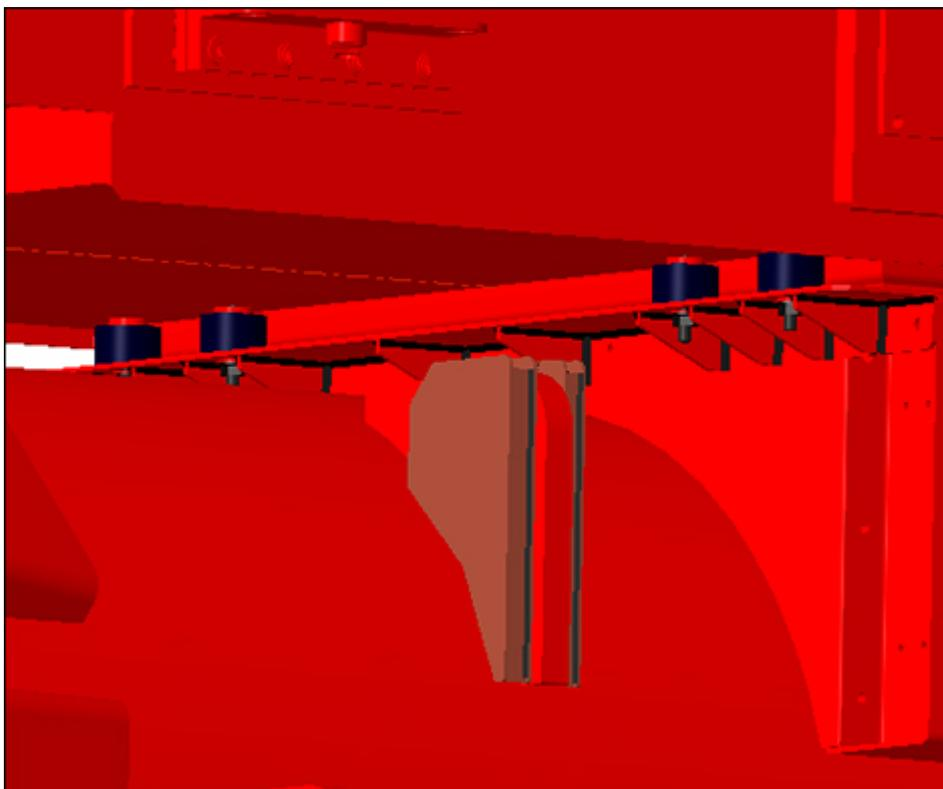

図 12. ウォータークーラーの位置を下げる
1. クレーン/ホイストを使用して、ウォーター クーラーをオルタネーターの上に配置します。振動防止マウントスタッドをオルタネーターのウォーター クーラー サポートプレートの穴に合わせます(図 12 ページ 18 を参照)。